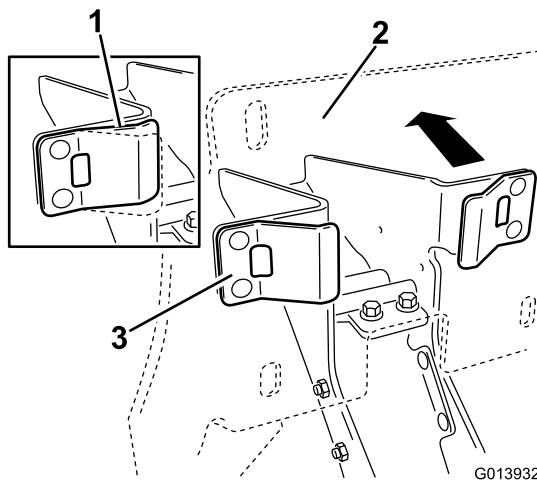

Рисунок 14
1. Убедившись в том, что пластиковые упоры вошли в контакт с пружинными выступами, приложите достаточное усилие к узлу опорной пластины люльки, чтобы сжать пружинные выступы на половину их хода (Рисунок 14).